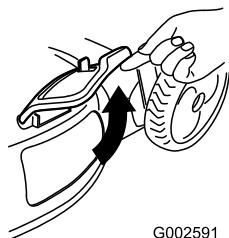

Bild 27
2. Öffnen Sie die Seitenwurfklappe (Bild 27).